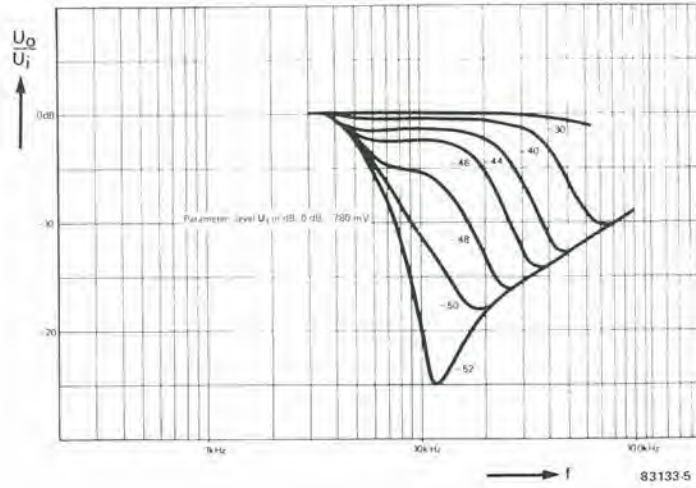

Figura 5. Caratteristica di trasferimento del DNL: l'azione del filtro dipende dal livello del segnale d'ingresso.
al corrente di come funziona un limitatore dinamico del rumore, ecco una breve descrizione. Il più semplice limitatore di rumore è un filtro passa-basso. Sfortunatamente, la sua azione è troppo radicale ed influenza anche il segnale audio utile. Un limitatore dinamico di rumore è un filtro passa-basso con profilo della frequenza di taglio variabile, che funziona solamente durante i passaggi a basso volume (quando il rumore è maggiormente percettibile), sopprimendo quelle frequenze per le quali l'orecchio ha una maggiore sensibilità, cioè circa tra 1 e 10 kHz. Il grado di soppressione dipende quindi dal livello del segnale d'ingresso. Durante i passaggi forti, la frequenza di taglio viene spostata verso l'alto, cosicché viene attraversata l'intera banda audio, compresa la parte occupata dal rumore, che viene naturalmente mascherato dal segnale audio. Ai livelli più bassi del segnale d'ingresso, la frequenza di taglio viene abbassata, e viene di conseguenza soppressa una quantità maggiore di rumore. Il modo in cui funziona un DNL è illustrato dal grafico di Figura 5: per un segnale d'ingresso  $U_i$  di 2,0 mV, l'attenuazione rispetto al livello di uscita ad 1 kHz è di 10 dB a 7,5 kHz e di 20 dB a 10 kHz. La pendenza è quindi approssimativamente di -18 dB/ottava. Con segnali d'ingresso superiori a circa 8 mV, la risposta è virtualmente piatta fino a 20 kHz! Lo stadio d'ingresso A (vedi Figura 6) garantisce la corretta impedenza tra il filtro passa-banda ed il DNL. Da qui, il segnale viene inviato ai due canali: quello superiore, formato dal filtro passa-alto (B), dall'amplificatore (D), dall'attenuatore variabile (E) e dall'attenuatore fisso (G), mentre il circuito in basso comprende lo sfasatore (C) e